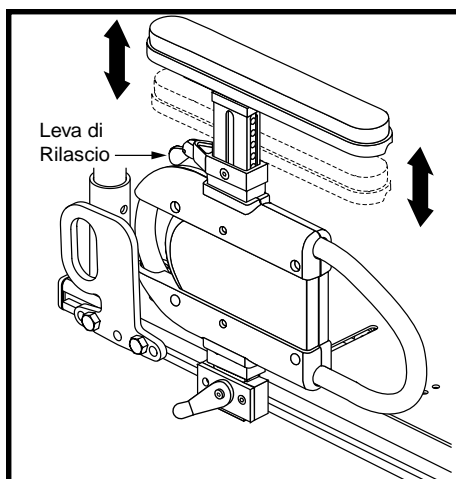

Figura 15. Regolazione altezza parte superiore bracciolo inseribile a regolazione rapida
1. Girare la leva di rilascio verso l'interno o verso l'esterno. Vedere figura 15.